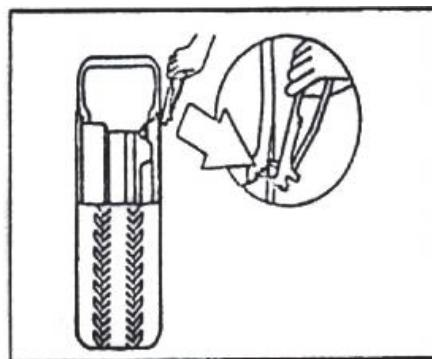

рис.17
4.1.1 Полностью выпустите воздух из шины и извлеките основу. Используйте клеммы, чтобы снять грузики с обода. (Рис.17).